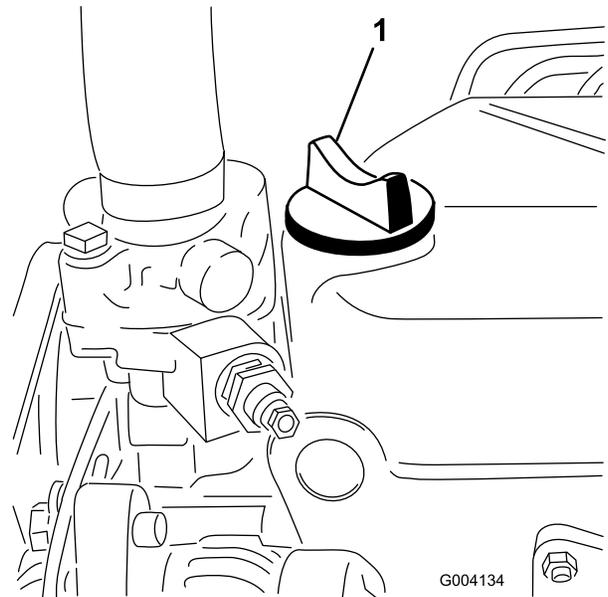

Bild 34
5. Wenn der Ölstand unter der Voll-Markierung liegt, nehmen Sie den Fülldeckel ab (Bild 34) und gießen Sie genug Öl ein, um den Ölstand bis zur Voll-Markierung anzuheben.